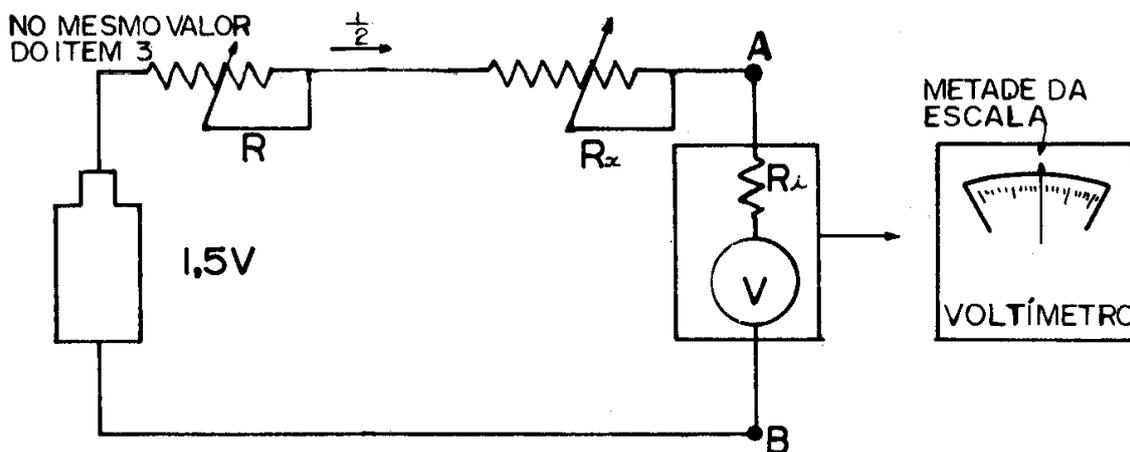

Fig. 4
4) Mantendo-se  $R$  no valor do item 3, insere-se um resistor variável  $R_X$ \* em série no circuito (Fig. 4). O valor inicial de  $R_X$ , para escalas de milivolt do voltímetro do qual se quer medir a resistência interna  $R_i$ , está em torno de  $1500 \Omega$ . Ajusta-se o valor de  $R_X$  para que o voltímetro indique a metade da escala.